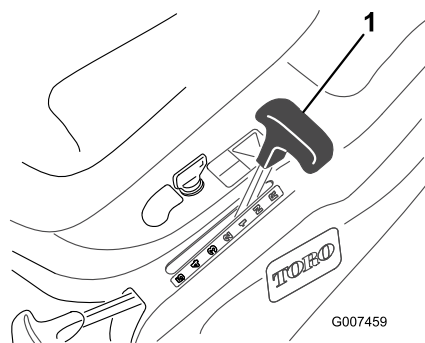

Figura 8
3. Ponga la palanca de velocidad sobre el terreno en punto muerto (N) (Figura 8).